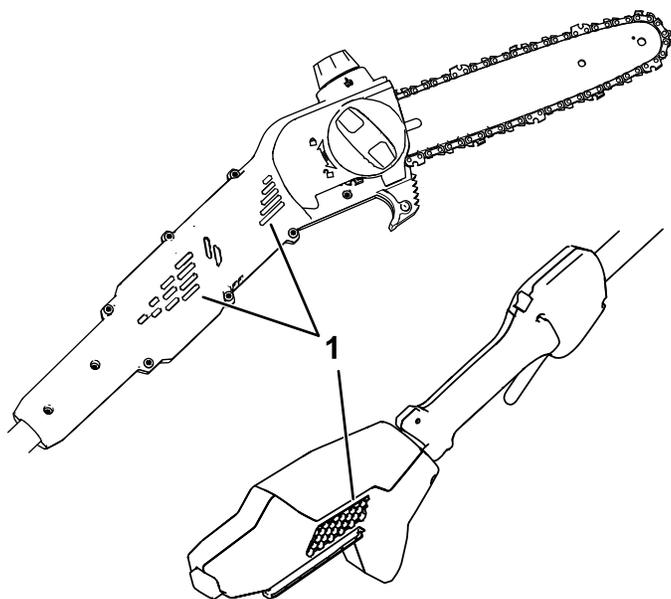

Figura 9
1. Assicuratevi che gli sfriati sulla sega a palo siano privi di polvere e detriti (Figura 9).